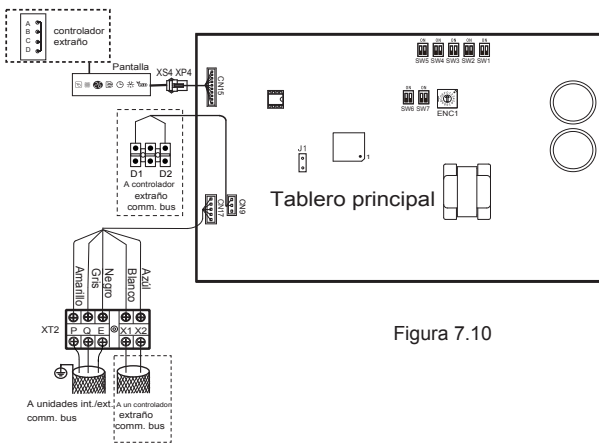

Figura 7.10
- Los puertos X1, X2, D1, D2 a los lados del tablero de control principal y el puerto de comunicacin unidireccional (lado del tablero de visualizacin) son para diferentes tipos de controladores cableados (consulte la Figura 7.10).